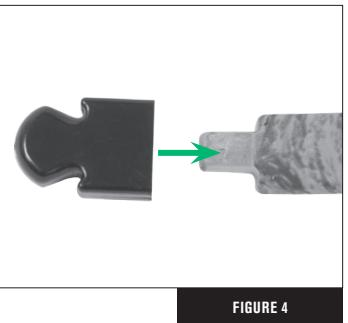

FIGURE 4
1. Coloque una punta de plástico en cada extremo de las palas. Asegúrese de colocar las puntas rectas y empuje firmemente para introducirlas (Fig. 4). Dé suaves golpes sobre una superficie sólida para asentárlas completamente dentro de la pala.